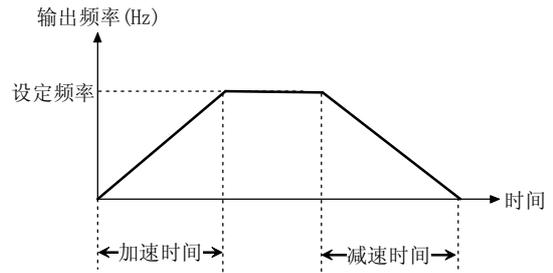

图 5-1-4 直线加减速
- ◆ 线性加减速是为一般通用负载所用，输出频率按照恒定斜率递增或递减，如图5-1-4所示。